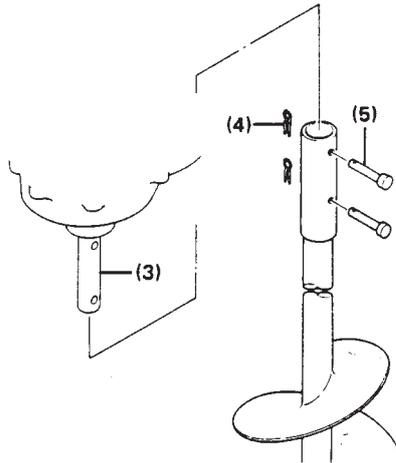

Fig. 2
- 3) Om de boor te monteren, moet u eerst het motorgedeelte op de grond zetten. Plaats de boor op de aandrijfjas. Zorg ervoor dat de gaten van de aandrijfjas en de boor op één lijn liggen, plaats de meegeleverde bevestigingspennen in de gaten en bevestig deze met de klikpennen; maak hierbij gebruik van een tang. (Fig 2)